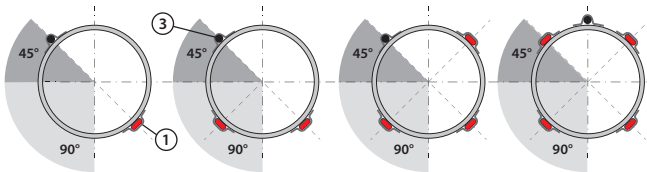

Fig. 2
4. Rette linjer og sensor må monteres som vist i Fig. 2. Kabler som skal vikles rundt røret festes som vist med aluminiumstape for hver meter rør.